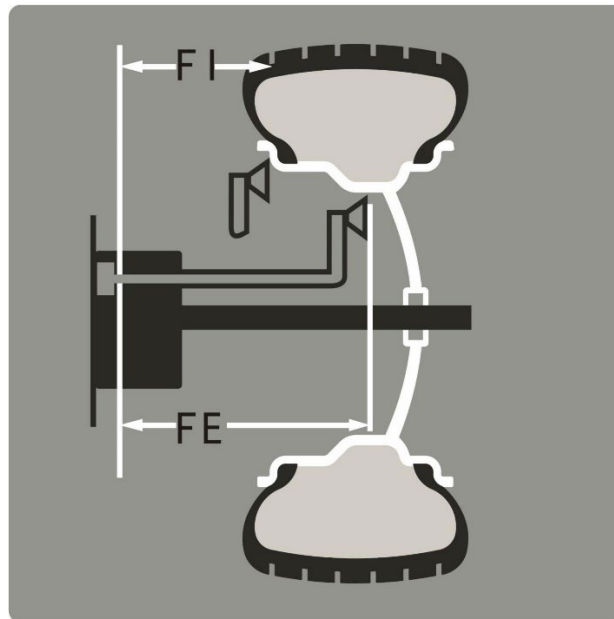

Abb.6
- * Eingabe der "a1 und d1"-Werte: Ziehen Sie die Messlehre heraus und legen Sie diese auf die erste Position FI (siehe Abb.6) für ca. 4 Sekunden an, a1 und d1-Werte werden automatisch erfasst und im Display angezeigt.
- * Eingabe "a2 und d2"-Werte: Ziehen Sie die Messlehre und legen Sie diese auf die zweite Position FE (siehe Abb.6) für ca. 4 Sekunden an, a2 und d2-Werte werden automatisch erfasst und im Display angezeigt.